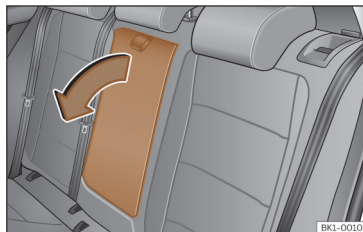

Fig. 76 Accoudoir central arrière rabattable (représentation schématique).
- Pour *abaïsser* l'accoudoir, tirez sur la boucle dans le sens de la flèche >>> **fig. 76**.